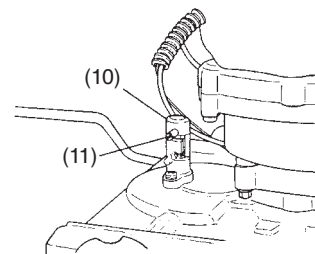

Рис. 8
- 6) Если бур застрял во время выемки грунта и его тяжело вытянуть из грунта, следует отключить двигатель и заблокировать бур стопорным штифтом, что может облегчить работу. (Рис. 8)